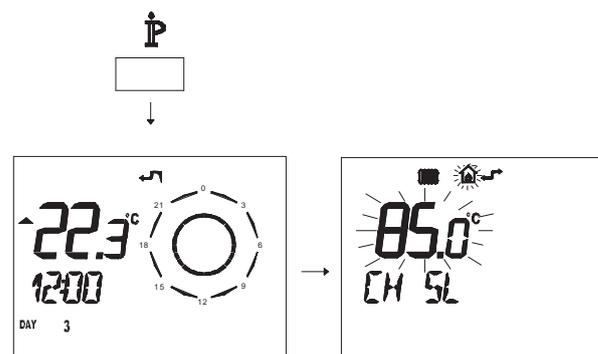

Рисунок 5.33
Графики зависимости температуры от изменений, внесенных посредством кнопок 16 и 17, при коэффициенте $K 1,5$, представляет Рисунок 5.33.
- Нажмите и удерживайте 3 секунды кнопку **P**, чтобы войти в режим **INFO** (Рисунок 5.33).